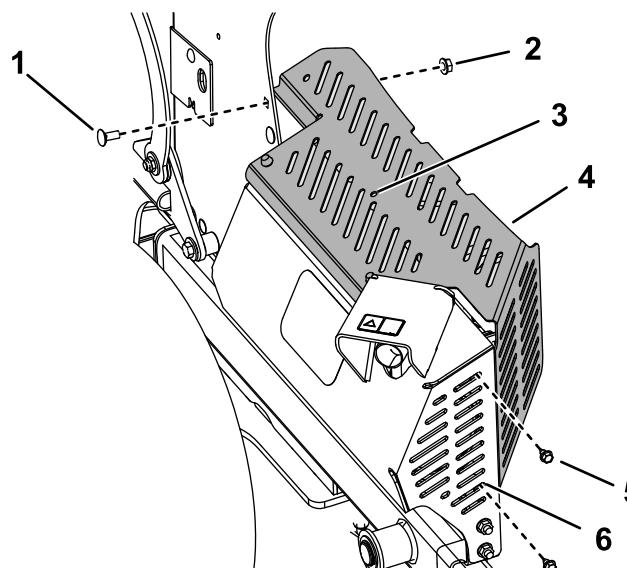

Figura 10
4. Instale provisionalmente el protector térmico sobre el protector del silenciador, con las pestañas dentro del protector del silenciador y de la torre de la consola, usando los 2 pernos autorroscantes ( $\frac{1}{4}$ " x  $\frac{1}{2}$ "), y el perno de cuello cuadrado y la tuerca que retiró anteriormente (Figura 10).
- Usando el taladro central del protector térmico como guía, perfore un taladro (7/32") en el protector del silenciador (Figura 10).